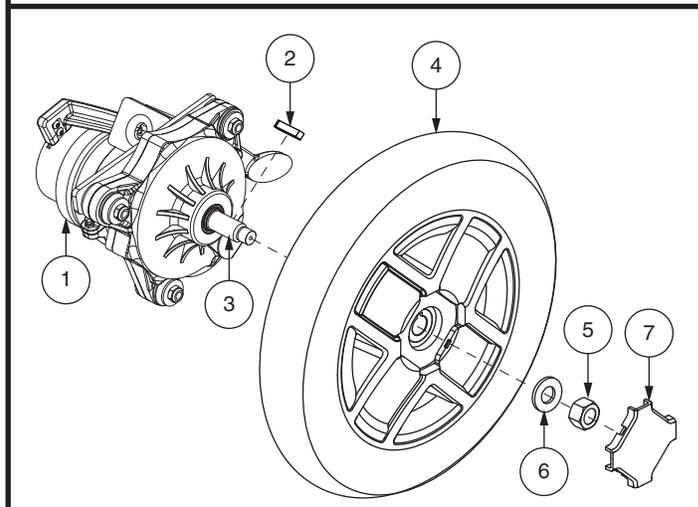

Figura 18. Rimozione della ruota motrice
6. Rimuovere il dado della ruota motrice e la rondella dall'asse. **Vedere figura 18.**
9. Reinstallare il dado della ruota motrice sull'asse e stringere. **Vedere figura 18.**